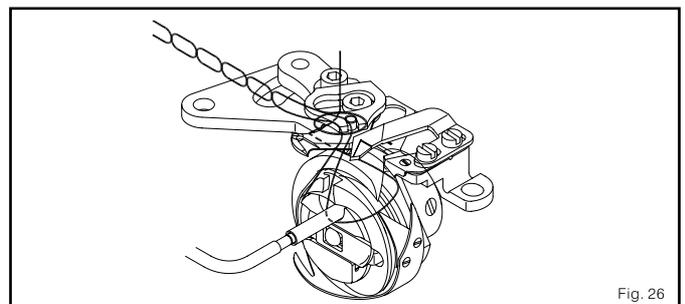

Fig. 26
(9) neste momento, puxe a leva ligeiramente para o direito, e gire para o direção da seta até que a leva não pode mover.
(10) temporariamente ajuste o segundo parafuso da leva.
(11) confirma a coisa seguinte:
(12) assegure o segundo parafuso da leva.
(13) assegure o parafuso fixo, depois que o anel fixo da leva possa chegar perto do a pessoa mencionado leva.
(14) NOTIFICAÇÕES:
- b. por favor confirma que a faca móvel apanha as fios corretamente goste para isto é mostrado na figura. (Fig. 26)